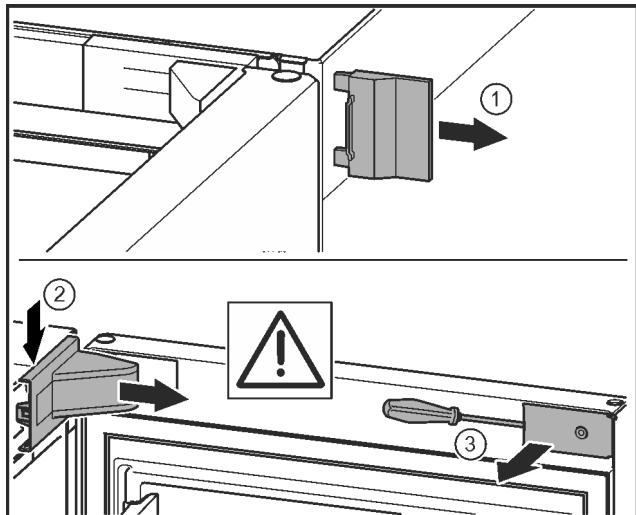

Fig. 11 \*
- ▶ 取下外盖。Fig. 11 (1)\*
- ▶ 拆卸并松开托架盖。取下托架盖。Fig. 11 (2)\*
- ▶ 使用带槽螺丝刀松开隔板并把它转到一边。Fig. 11 (3)\*